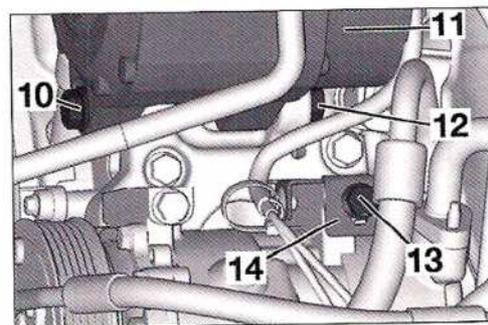

FIG. 17
- Desmontar y separar el tornillo (13) del compresor de refrigeración y la pata de fijación (14) (Fig.17).